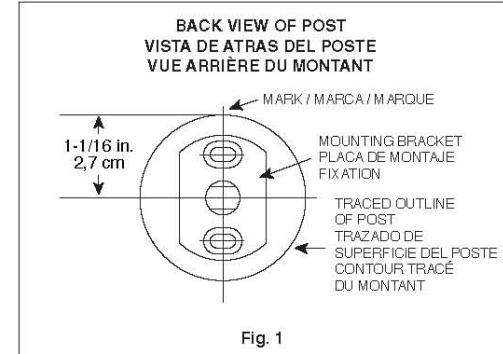
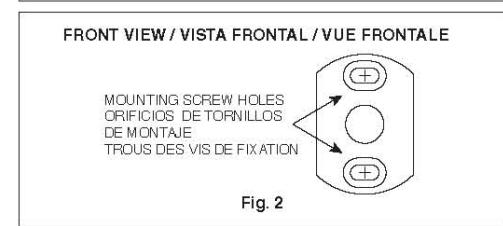
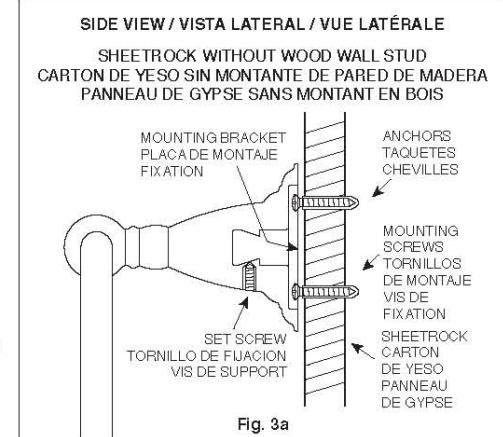
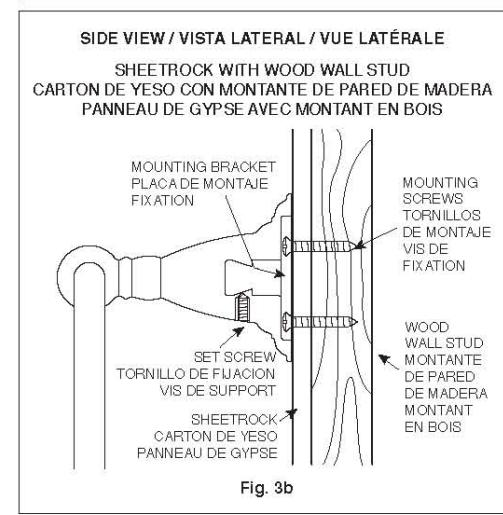

Fig. 1
Fig. 2
Fig. 3a
Fig. 3b
- Locate the unit on the wall where desired and mark the top center of the unit, Fig. 1. Draw a 1-3/4 in. vertical line from the mark. Measure 1-1/16 in. down from the mark and draw a 1 in. horizontal line. Position the center hole of the mounting bracket over the intersection of the lines. Be certain that the vertical line is in the center of the oblong holes. Mark the screw locations in the centers of the oblong holes, Fig. 2. On ceramic tile, try to locate the mounting hole locations on a grout line. If mounting into ceramic tile, place masking tape on the mounting area before marking the location to prevent the drill bit from sliding across the tile. To drill through ceramic tile, obtain a 1/4 in. diameter carbide tip drill bit.
Drill 1/4 in. diameter holes where indicated, Fig. 2. Push in the plastic anchors until flush with the wall and screw the steel mounting bracket to the wall, Fig. 3a. Do not overtighten the mounting screws.
Drill 3/32 in. diameter holes for easy screw mounting, Fig. 2. DO NOT USE PLASTIC ANCHORS. Screw the steel mounting bracket to the wall, Fig. 3b. Do not overtighten the mounting screws.
- Unscrew the set screw if necessary to fit the assembly over the wall mounting bracket. Slip the assembly over the mounting bracket with the set screw on the body, Figs. 3a and 3b. The assembly must hook over the mounting bracket. Push flush with the wall and tighten the set screw.
- Sitúe la pieza en la pared en la posición deseada y marque el centro de la parte superior, Fig. 1. Trace una linea vertical de 4,4 cm desde la marca. Mida 2,7 cm desde la marca hacia abajo y trace una linea horizontal de 2,5 cm. Coloque el centro del orificio de la placa de montaje en la intersección de esas líneas. Asegúrese de que la linea vertical esté en el centro de los orificios rectangulares. Marque el lugar de los tornillos en el centro de los orificios rectangulares, Fig. 2. Si instala sobre azulejo, trate que los agujeros queden sobre las líneas de unión del azulejo. Para taladrar a través del azulejo use una broca con punta de carburo de 0,6 cm y use masking tape para evitar que la broca se resbale.
Taladre huecos de 0,6 cm de diámetro en los lugares indicados, Fig. 2. Introduzca los taquetes de plástico hasta que estén a ras con la pared y atornille la placa de montaje a la pared, Fig. 3a. No apretarlo fuertemente los tornillos de montaje.
Taladre huecos de 0,24 cm de diámetro para lo montaje fácil de tornillo, Fig. 2. NO USE LOS TAQUETES DE PLÁSTICO. Atornille la placa de montaje a la pared, Fig. 3b. No apretarlo fuertemente los tornillos de montaje.
- Si es necesario, afloje el tornillo prisionero para encajar el ensamble en los soportes de montaje. Deslice el ensamble sobre el soporte de montaje con el tornillo prisionero en el cuerpo, Figs. 3a y 3b. El conjunto debe engancharse sobre la placa de montaje. Introduzca hasta que esté a ras con la pared y apriete el tornillo de fijación.
- Désinez l'endroit où vous voulez installer l'unité et faites une légère marque au-dessus du centre de l'unité, Fig. 1. Tracez une ligne verticale de 4,4 cm à partir de la marque. À 2,7 cm sous la marque, tracez une ligne horizontale de 2,5 cm. Placez le trou du centre de la fixation vis-à-vis l'intersection des lignes. Assurez-vous que la ligne verticale est au centre des trous ovales. Marquez la position des vis dans le centre des trous ovales, Fig. 2. Sur les carreaux de céramique, essayez de faire correspondre les trous de fixation avec un joint de coulis. Si vous devez percer les carreaux de céramique, appliquez du ruban-cache sur ceux-ci pour empêcher le foret de glisser. Utilisez un foret en carbure de 0,6 cm pour percer dans des carreaux en céramique.
Percez les trous de 0,6 cm de diamètre où vous l'avez indiqué, Fig. 2. Enforcez les chevilles de plastique dans le mur pour que les têtes sont à ras le mur puis vissez la fixation de métal au mur, Fig. 3a. Ne trop serrez pas les vis de fixation.
Percez les trous de 0,24 cm de diamètre pour le support facile de vis, Fig. 2. N'UTILISEZ PAS LES CHEVILLE DE PLASTIQUE. Vissez la fixation de métal au mur, Fig. 3b. Ne trop serrez pas les vis de fixation.
- Dévissez la vis de positionnement si besoin est de façon à mettre l'assemblage sur le support de montage du mur. Glissez l'assemblage sur le support de montage avec la vis de positionnement sur le corps, Figs. 3a et 3b. Le support doit pouvoir s'accrocher sur la fixation. Poussez pour que le tout soit bien aligné contre le mur et resserrez la vis de fixation.